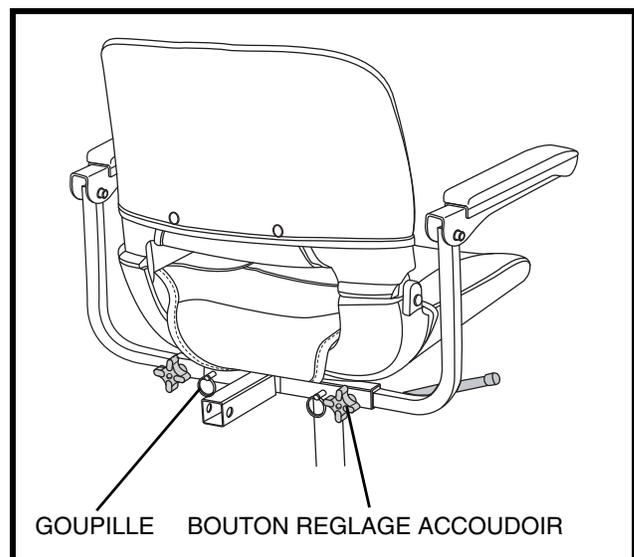

Figure 17. Réglage en largeur des accoudoirs
1. Desserrez les boutons de réglage. **Voir la figure 17.**